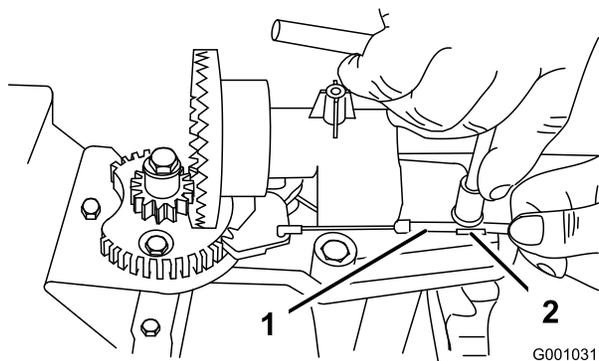
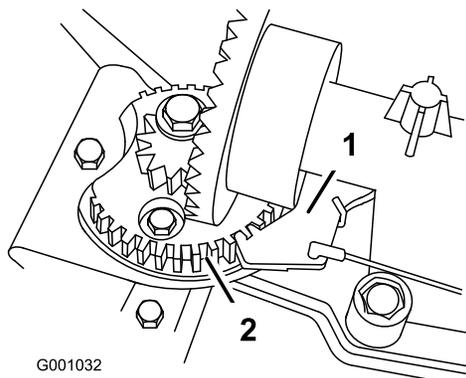

Figura 52
Figura 53
2. Allentate il bullone sul serrafilo per cavi (Figura 52).
3. Afferrate la guaina del cavo e spostatela verso la parte anteriore della macchina finché il fermo del camino di scarico non s'innesta completamente nei denti degli ingranaggi (Figura 52 e Figura 53).
**Nota:** Il fermo a molla si inserisce automaticamente tra i denti degli ingranaggi (Figura 53).